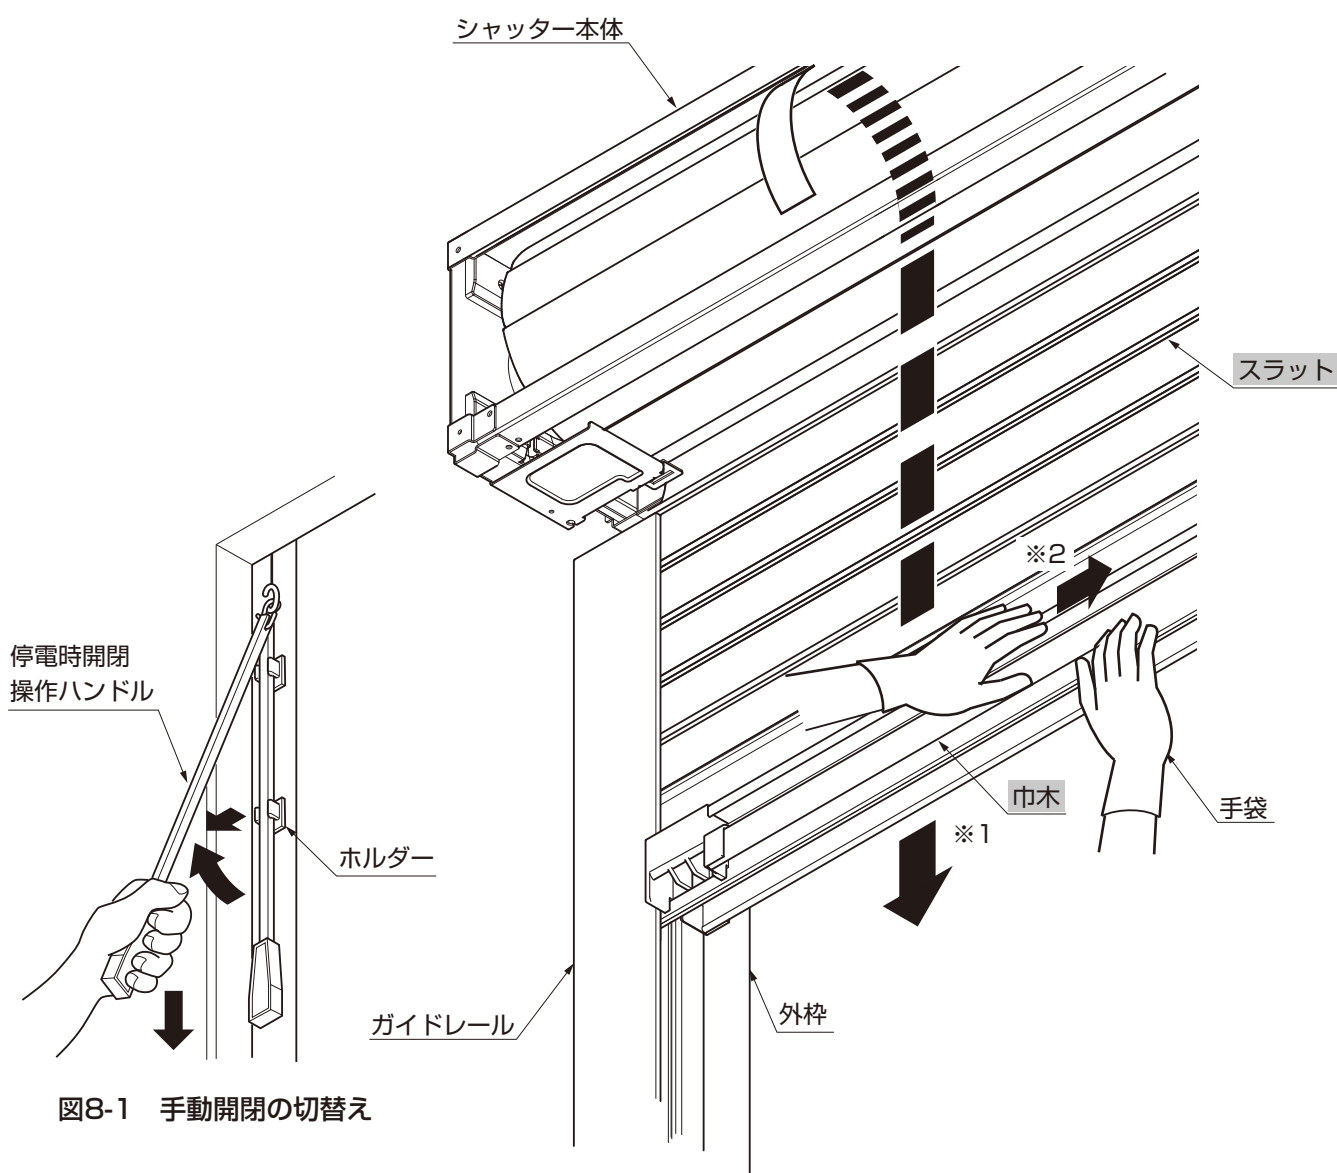

図8-1 手動開閉の切替え
- ①停電時開閉操作ハンドルを、ホルダーから外してください。(図8-1参照)
- ②停電時開閉操作ハンドルを、下方に引いて手動開放状態にしてください。(図8-1参照)
- ③巾木の中央付近を持ち、開口の1/3程度までスラットを下げてください。(※1)
- ④シャッターのスラットや巾木に横ズレがある場合は、手で押しながら直してください。(※2)